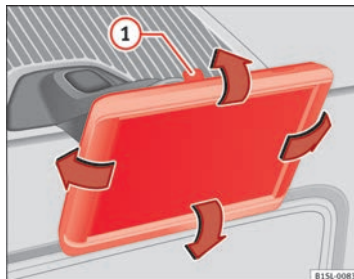

Fig. 127 Na consola central: Desmontagem do navegador.
A inclinação e o ângulo de visão podem ajustar-se movendo o navegador até à posição desejada ⇒ Fig. 127 ⇒ ①.